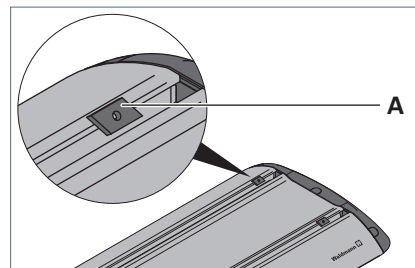

Fig. 11: Gleitmuttern einsetzen.
- Setzen Sie die zwei beigelegten Gleitmuttern **A** in die T-Nuten der Leuchte, siehe Fig. 11.